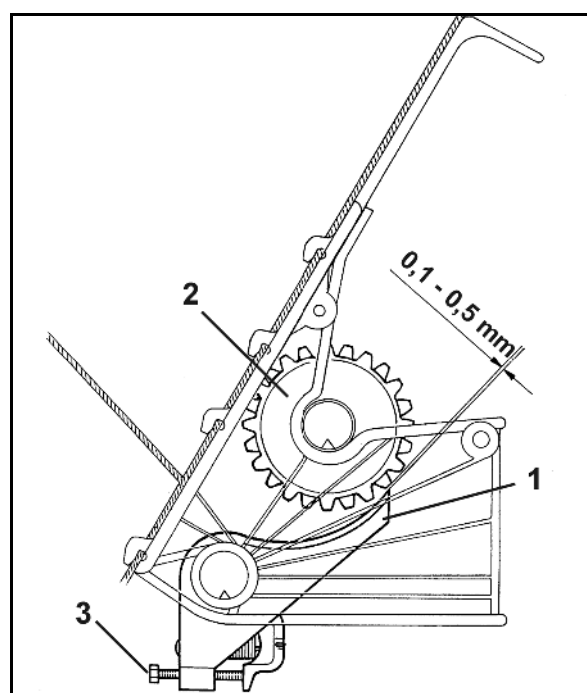

Fig. 43
3. Bodenklappen (Fig. 43/1) auf Leichtgängigkeit überprüfen.
4. Überprüfen, ob der vorgeschriebene Abstand von 0,1 mm bis 0,5 mm (Fig. 43) zwischen Bodenklappe (Fig. 43/1) und Särad (Fig. 43/2) in jedem Sägehäuse eingehalten wird. Dabei ist das zu prüfende Särad von Hand auf der Säwelle zu drehen.
5. Vorgeschriebenen Abstand bei Abweichungen mit der Federspannschraube (Fig. 43/3) einstellen.